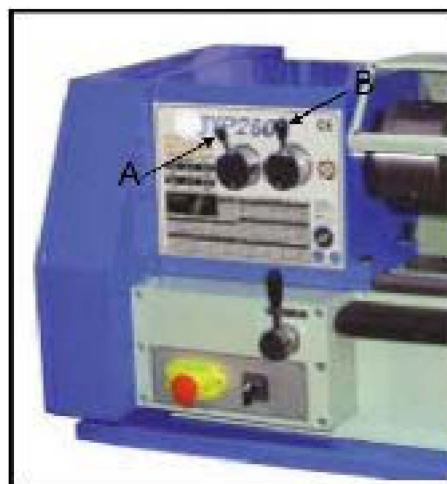

Fig. 18
1. Spindelvarvtal – Välj 6 varvtal via reglage (A, B, Fig. 18).